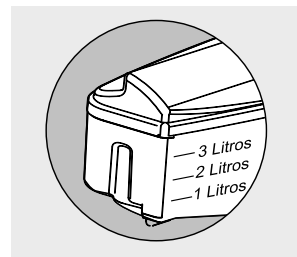

Figura 29
- Si el nivel del agua se reduce a más de la mitad, el caudal de suministro de agua se reducirá. (Figura 29).